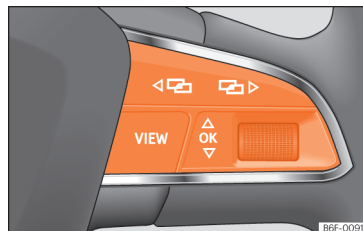

Abb. 78 Rechte Seite des Multifunktionslenkrads: Bedienelemente für die Menüs und Informationsanzeigen im Kombi-Instrument.
Solange eine Warnung der Priorität 1 vorliegt, »» Seite 80, kann auf kein Menü zugegriffen werden. Einige Warnmeldungen können bestätigt und ausgeblendet werden über die Taste **OK** am Multifunktionslenkrad »» **Abb. 78**.
- Falls eine Meldung oder das Fahrzeug-Piktogramm angezeigt wird, drücken Sie die Taste **OK** »» **Abb. 78**; ggf. mehrere Male.
- Zum Menüwechsel verwenden Sie die Tasten oder »» **Abb. 78**.
- Um das Menü oder die Informationsanzeige aufzurufen, die angezeigt wird, drücken Sie die Taste **OK** » » **Abb. 78** oder warten Sie einige Sekunden lang bis das Menü oder die Informationsanzeige automatisch geöffnet werden.
- Im angezeigten Menü, drehen Sie das rechte Rädchen am Multifunktionslenkrad » » **Abb. 78** bis der gewünschte Menüpunkt markiert ist. Der Menüpunkt wird umrahmt dargestellt.
- Drücken Sie die Taste **OK** » » **Abb. 78**, um die gewünschten Änderungen vorzunehmen. Eine Markierung zeigt an, dass die entsprechende Funktion bzw. das System aktiviert sind.
Drücken Sie die Taste **←** oder **→** » » **Abb. 78**.